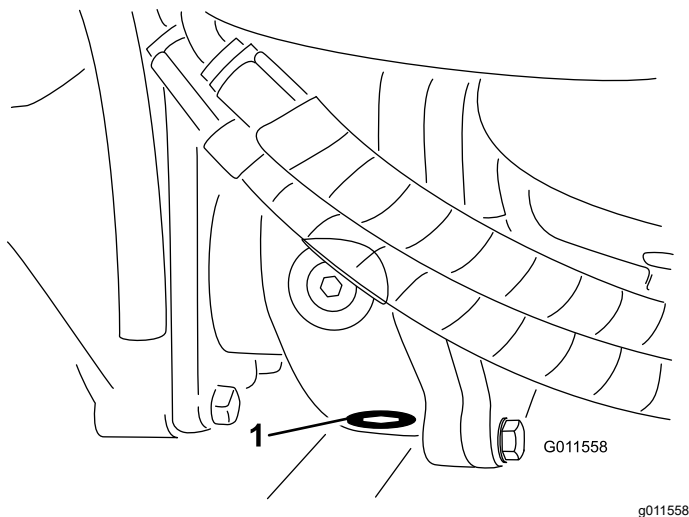

Figure 78
5. Nettoyez la surface autour du bouchon de vidange au fond du boîtier d'engrenages (Figure 78).